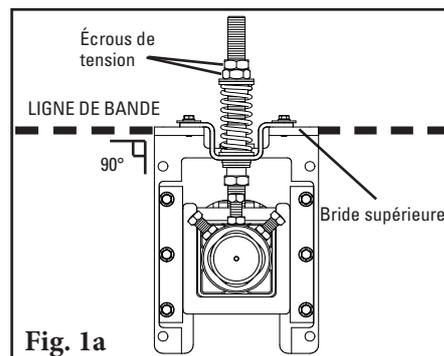

Fig. 1a
1. **Posez les bases de montage du système de tension à ressort.** (Pour les systèmes de tension à pousser, reportez-vous aux instructions supplémentaires de la page 11.) Maintenez la base de montage en place, de sorte que la bride supérieure de la base soit alignée avec la bande (Fig. 1a). Boulonnez ou soudez la base de montage en place. Placez et installez la base de montage de l'autre côté.
(Pour les systèmes de tension à pousser, reportez-vous aux instructions supplémentaires de la page 15.) Maintenez la base de montage en place, de sorte que la bride se trouve à 12 mm (1/2") sous la bande (Fig. 1a). Boulonnez la base de montage et ajustez les écrous de la tige filetée à 38 mm (1-1/2") sous le dessus de la tige filetée. Placez et installez la base de montage sur le côté opposé et ajustez vers le bas les écrous de la tige filetée de ce côté aussi.